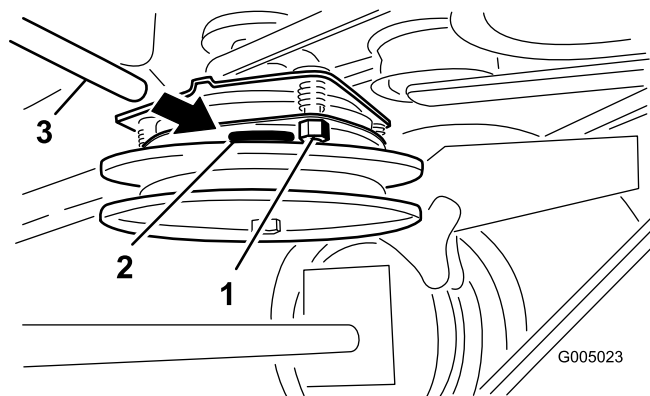

Figure 40
2. Serrez les contre-écrous jusqu'à ce la jauge d'épaisseur fléchisse légèrement mais puisse bouger facilement dans l'entrefer (Figure 40).